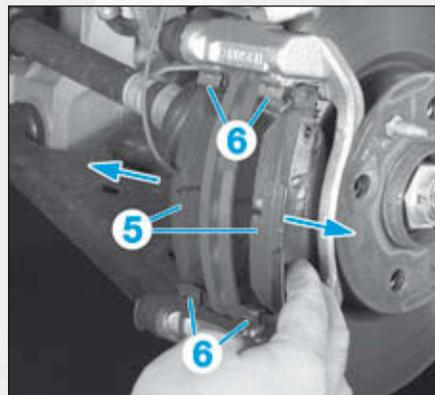

FIG.5
- Déposer les plaquettes de frein (5) (Fig.5).
- Déposer les cales (6).